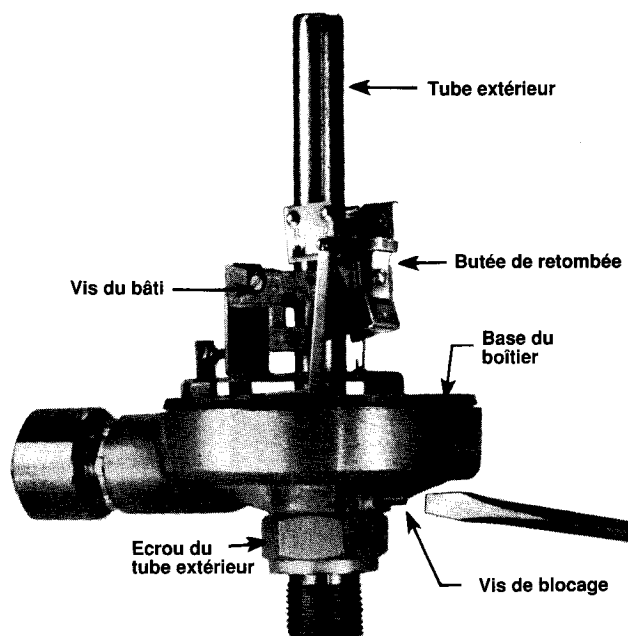

Figure 5
1. Desserrer la vis de blocage au-dessus de l'écrou du tube extérieur et la vis du bâti. Voir **figure 5**.
2. Desserrer de 3 à 4 tours la vis de blocage au-dessus de l'écrou du tube extérieur et la vis du bâti. Voir **figure 5**.
- A. Retenir l'aimant contre la butée de retombée. Voir **figure 5**.